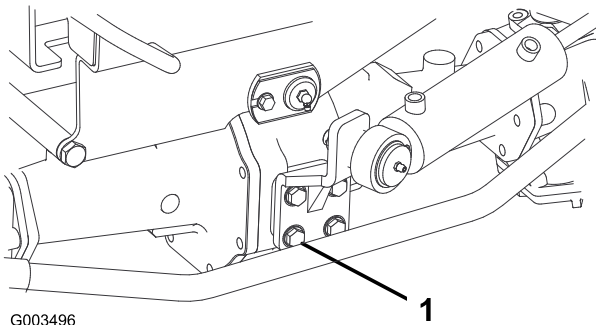

Bild 64
2. Ziehen Sie die vier Schrauben der Halterung des Lenkzylinders (Bild 64) auf 65-81 Nm an.